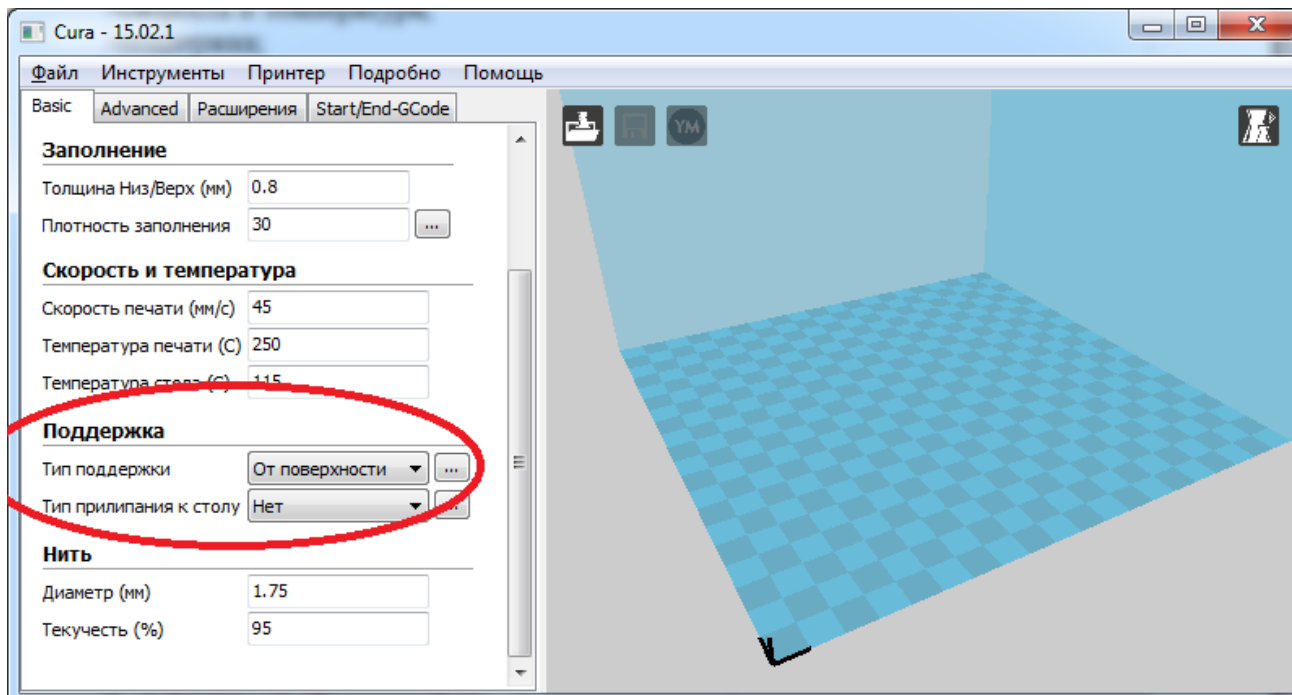

Рисунок 7. Поддержка
4) Поддержка-печатный элемент (опора) для поддержки частей модели, которые не касаются стола, рисунок 7